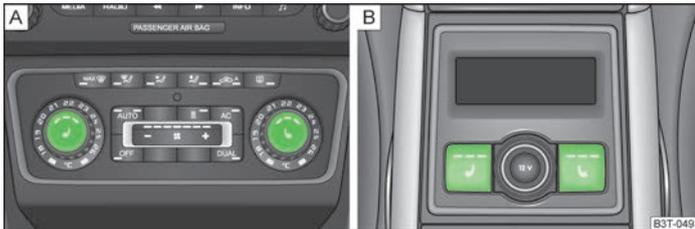

Abb. 56 Regler für Beheizung der Vordersitze / Rücksitze
- Durch Drücken der Fläche des Reglers im Bereich des Symbols  bzw.  » Abb. 56 -  kann die Sitzheizung des Fahrer- bzw. Beifahrersitzes eingeschaltet und geregelt werden.
- Durch Drücken des Reglers  bzw.  » Abb. 56 -  kann die Heizung am linken bzw. rechten Rücksitz eingeschaltet und geregelt werden.